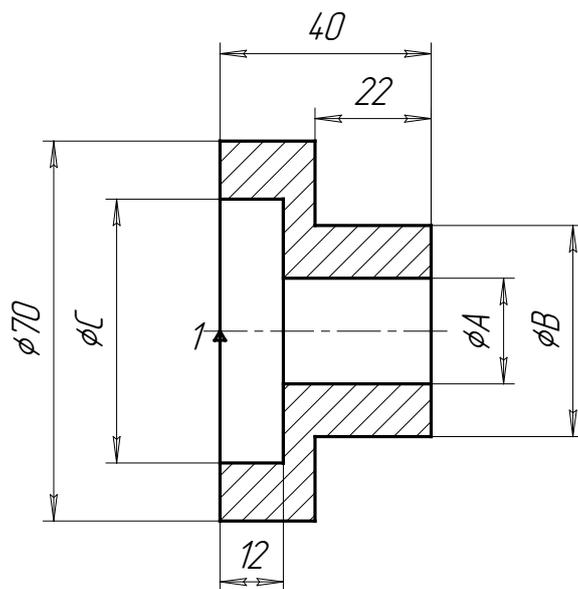

Рис. 5.5. Параметрическая модель детали «Втулка»
1. Сформировать параметрическую модель детали «Втулка», представленной на рис. 5.5, в документе фрагмент. Деталь должна свободно изменять свою форму перемещением входящих в нее элементов (отрезков, точек) относительно фиксированной точки 1. Размеры **A** и **C** должны быть заданы, как внешние переменные и связаны с размером **B** уравнениями или неравенствами, исходя из конструктивных соображений.
В примере предлагается выполнение построения параметрической модели детали представленной на рис. 5.5 и чертежа детали.